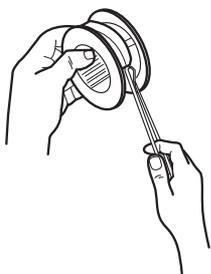

Fig.16c
- > Coupez une nouvelle portion de fil. Faites une boucle au milieu du fil et insérez cette boucle dans le crochet situé sur la bobine (fig. 16c).